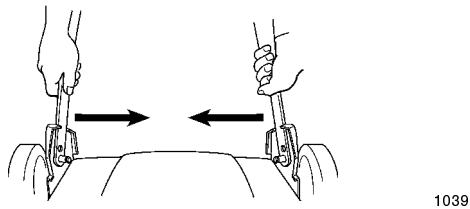

Figure 32
- Pousser vers l'intérieur la branche droite du mancheron inférieur pour faire glisser le mancheron au-delà des butées des supports (Fig. 32).